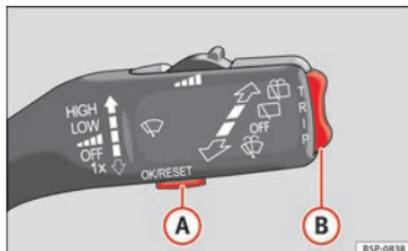
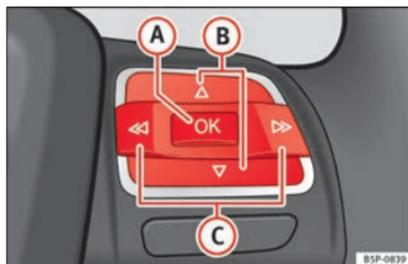

Fig. 36 Palanca del limpiacristales: teclas de control.
Fig. 37 Mandos en el volante: teclas de control.
- Para acceder al menú “Configuración”, pulse la tecla **C** »» fig. 37 hasta que lo visualice en la pantalla. Ya está dentro de este menú.
- Para cambiar de una memoria a otra, pulse brevemente la tecla **A** » » » fig. 36 » » » pág. 54 de la palanca del limpiacristales o la tecla **OK** del volante multifunción » » » fig. 37 » » » pág. 54 con el encendido conectado.
En el indicador multifunción puede consultar los siguientes datos accionando la tecla basculante **B** » » » fig. 36 » » » pág. 54 de la palanca del limpiacristales o pulsando la tecla **Δ** o **▽** » » » fig. 37 del volante multifunción*: